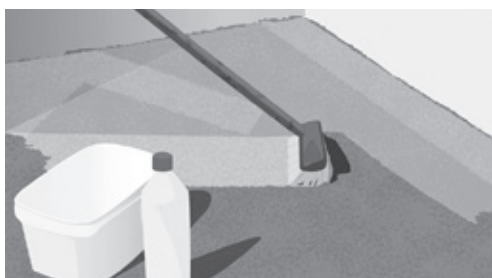

Fig. 4. Rengjør og påfør primer på gulvet
7. Forbered gulvet med egnet primer (fig. 4).